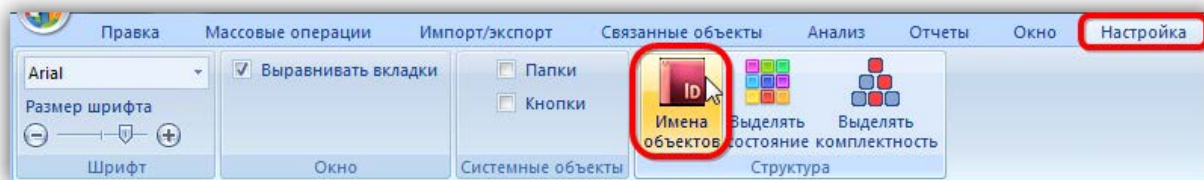
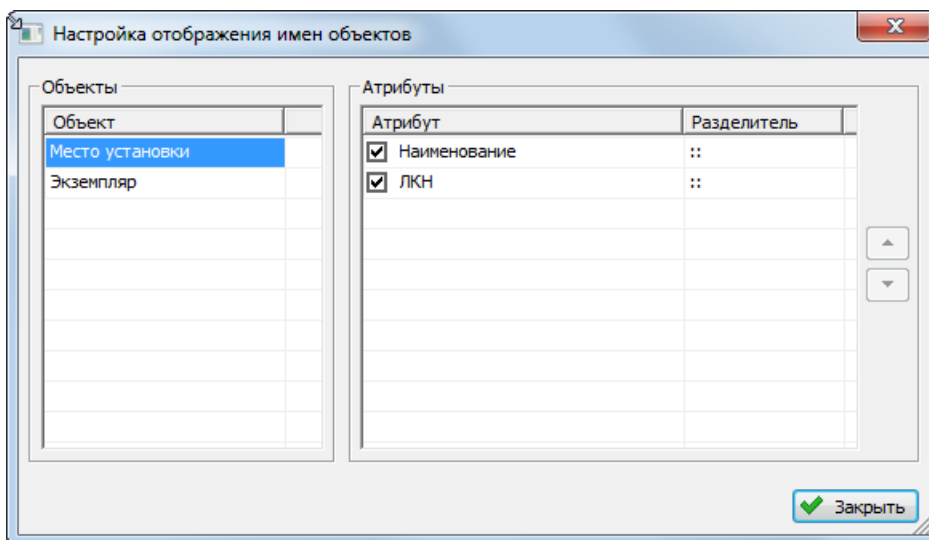
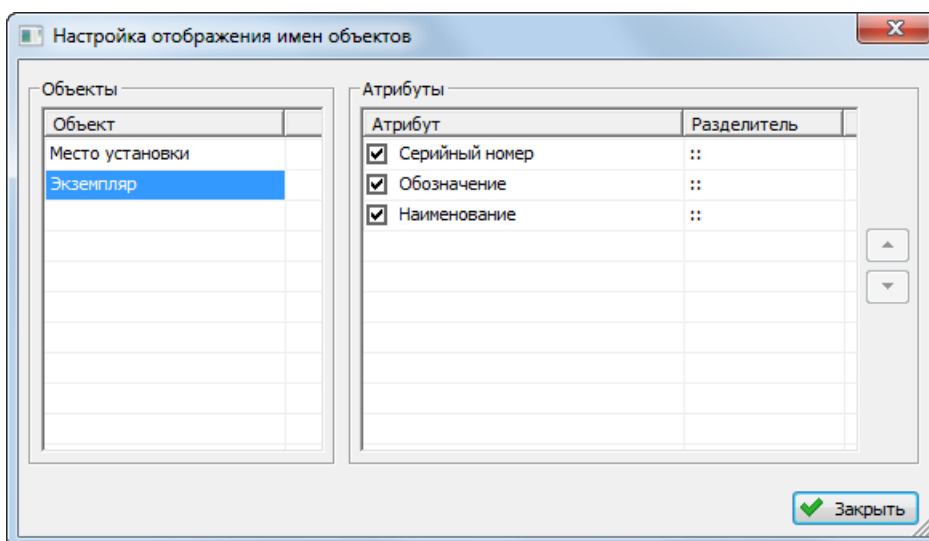

Рис. 13-3 – Кнопка «Имена объектов» вкладки «Настройка»
Рис. 13-4 – Настройка отображения имен объектов для места установки
Рис. 13-5 – Настройка отображения имен экземпляров
2) Выбрать функциональную вкладку «Настройка», затем на панели «Структура» нажать кнопку «Имена объектов» (рис. 13-3). При этом откроется окно «Настройка отображения имен объектов» (рис. 13-4 и рис. 13-5).